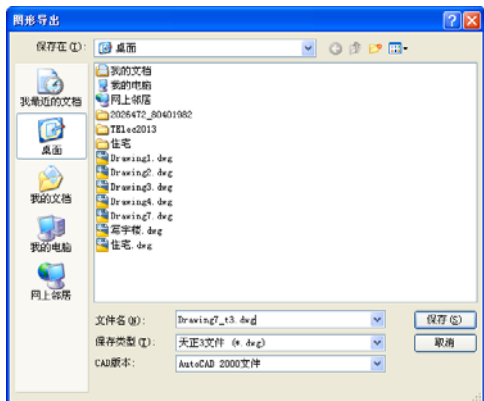

图 12-2 【图形导出】对话框
① 单击“文件布图”→“图形导出”命令，系统弹出如图 12-2 所示的【图形导出】对话框。